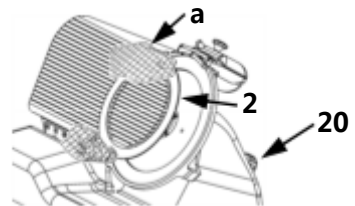

Fig. 30
Para limpiar la cuchilla se necesitan los guantes de protección contra el corte (a, fig. 30) y un paño húmedo.
- Para retirar la protección de la cuchilla (2) para su limpieza, se debe aflojar el tornillo de fijación (d) de la parte trasera del aparato (fig. 30) y retirar la protección de la cuchilla.
- Para limpiar la parte trasera de la cuchilla (1) y el anillo de seguridad de la cuchilla (3) realice las siguientes operaciones:
- retire la protección de la cuchilla (2) (fig. 30);